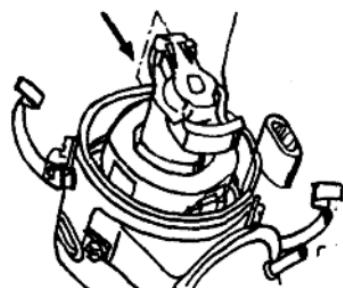

图1-8 分火头所指方向标记
(3) 分火头应指向分电器壳体上的第一缸标记,如图 1-8 所示。
- (4)按1-3-4-2顺序,插好各缸分高压线。
- (5)起动发动机达正常工作温度,在怠速状态突然加速,判定点火时间,如不当,则进行调整。
- (6)在汽车运行中,还应根据路试具体情况进行适当调整。